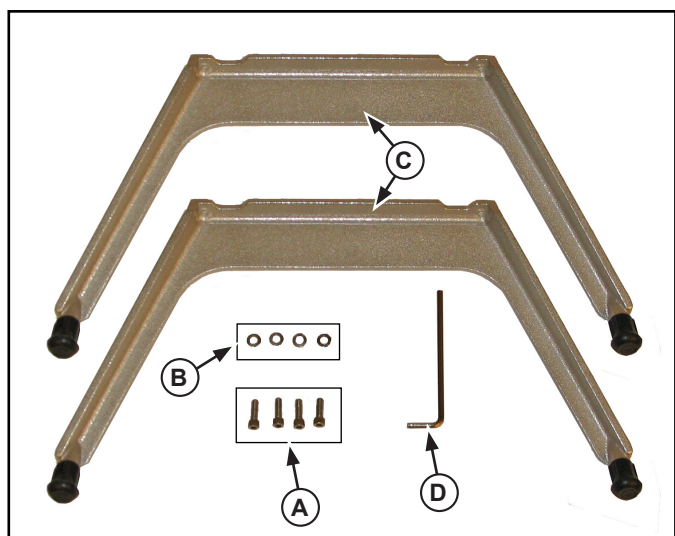

Figure 3. Pieds, visserie et outil pour le Lettuce King I.
1. Utilisez les vis (A) et les rondelles (B) pour installer les pieds (C) en serrant avec la clé (D). Voir la figure 3.